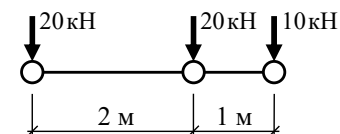

Рис. 4. Система подвижных грузов
5. По линиям влияния для системы связанных подвижных грузов (рис. 4) определить максимальные и минимальные значения реакции  $R_A$ , поперечной силы  $Q_k$  и изгибающего момента  $M_k$ .
5. Считая ездовой пояс нижним, установить невыгоднейшее положение системы связанных подвижных грузов, показанных на рис. 4. По линиям влияния определить максимальные и минимальные значения усилий в рассматриваемых стержнях от действия подвижной нагрузки.